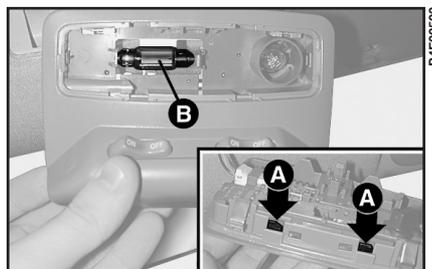

рис. 28
– нажав на язычки А (рис. 28), выньте рассеиватель из гнезда и извлеките трубчатую лампу В;